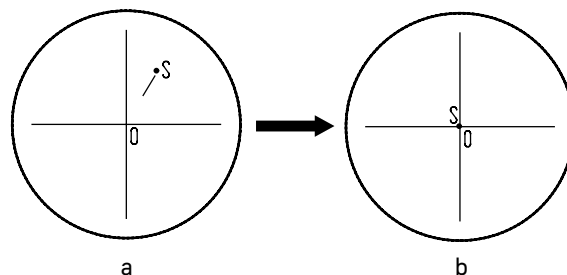

Рис. 5. Настройка канала визуализации
- Установите рукоятку переключения светового потока 3 в положение для наблюдения через окуляры. Наблюдая объект через окуляры, найдите отличительную точку в поле зрения (легко идентифицируемую цель, такую как точка S на рис. 5а), переместите объект на предметном столике так, чтобы данная точка находилась в центре поля зрения, как показано на рис. 5б. Для этой процедуры вместо обычного препарата удобно использовать специальный калибровочный слайд с перекрестием, а вместо обычного окуляра – окуляр с перекрестием.